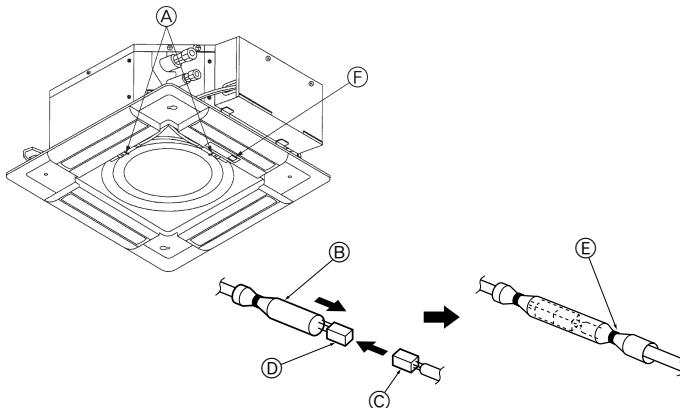

Fig. 8-8
8.3.4. Draden aansluiten (Fig. 8-8)
- (A) Sluiting (accessoire)